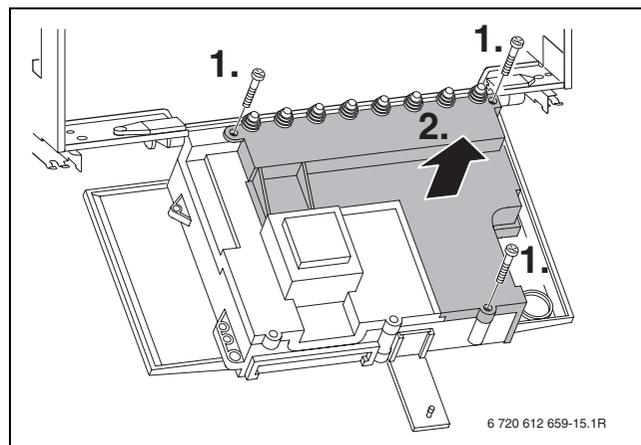

Fig. 18
- ▶ Svitare le viti di fissaggio ed estrarre la copertura posteriore (→ fig. 18).